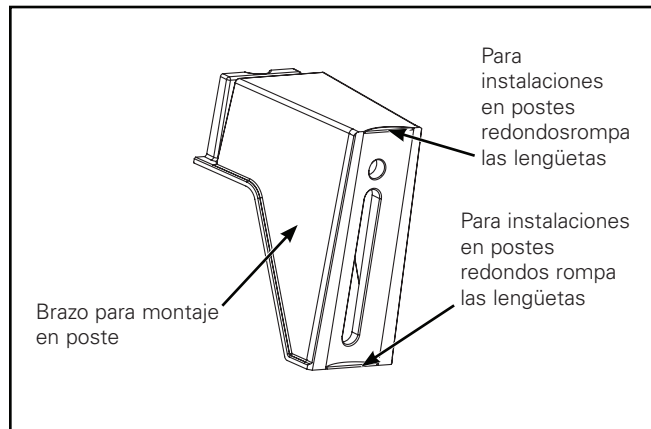
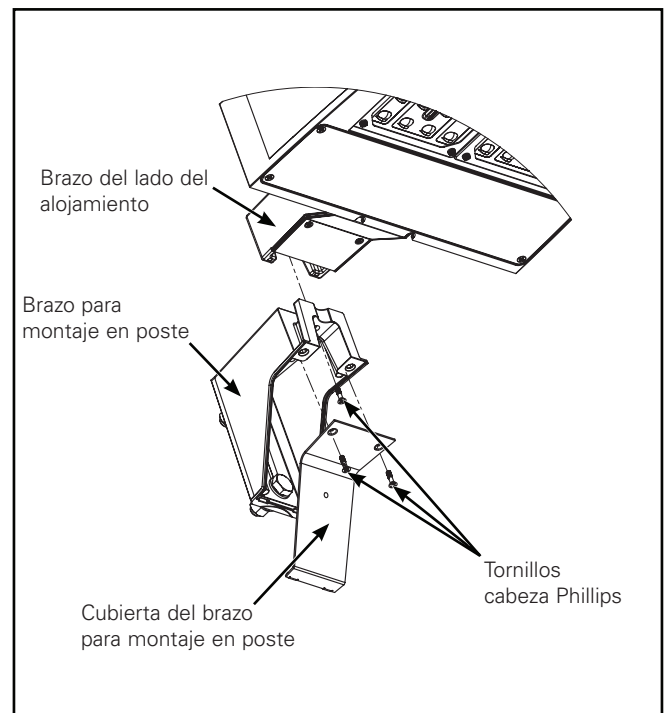

Figura 2.
Figura 4.
Montaje en Poste: Opción del brazo de conexión rápida (Figura 2. - Figura 4.)
1. El brazo para montaje en poste está diseñado para un poste redondo o cuadrado. La instalación en un poste redondo requerirá que retire las lengüetas desprendibles del brazo de montaje (Figura 2). Tome la lengüeta desprendible con las pinzas y separe las lengüetas.
3. Sujete firmemente los cables de la luminaria contra el brazo de montaje mientras guía el brazo de la luminaria del lado del alojamiento hacia el brazo de montaje en poste (Figura 4). Ajuste el tornillo central de cabeza Phillips a 20 pulg.-lb (2,3 Nm).
5. Instale la cubierta del brazo de montaje en poste y ajuste los tornillos cabeza Phillips hasta 20 pulg.-lb (2,3 Nm) (Figura 4).